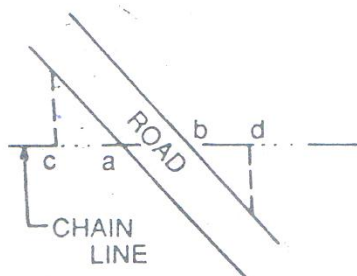

Fig. 2.12
- کله چې سرک د شرید خط په مايل ډول باندې قطع کړي د تقاطع د نقاطو فاصلې بیا دا شت کېږي a.b او کم تر کمه یو افسټ یې په دواړه طرفونو د تقاطع د نقاطو کې اخستل کېږي او نور افسټونه د سرک د نوعیت پورې اړه لري او دلته عمودي افسټونه c,d اخستل کېږي. fig 2.12 شکل مطابق